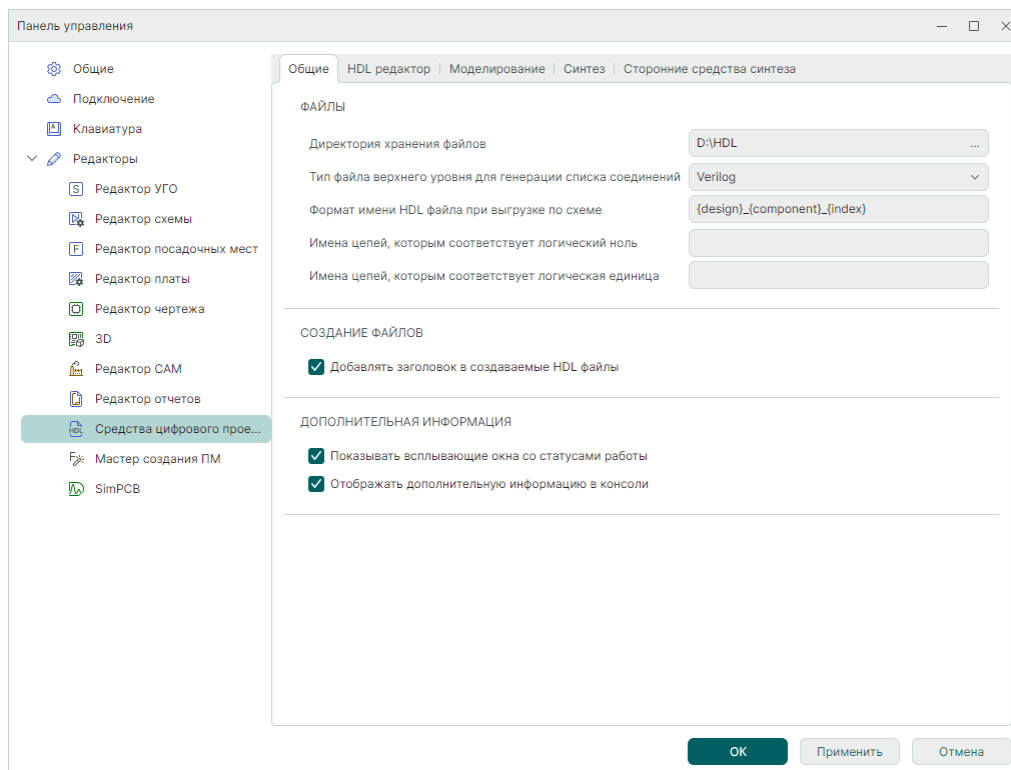

*Рис.2 Переход к настройкам системы*
1. Откройте настройки системы. Переход к настройкам осуществляется из главного меню программы, см. Рис. 2.